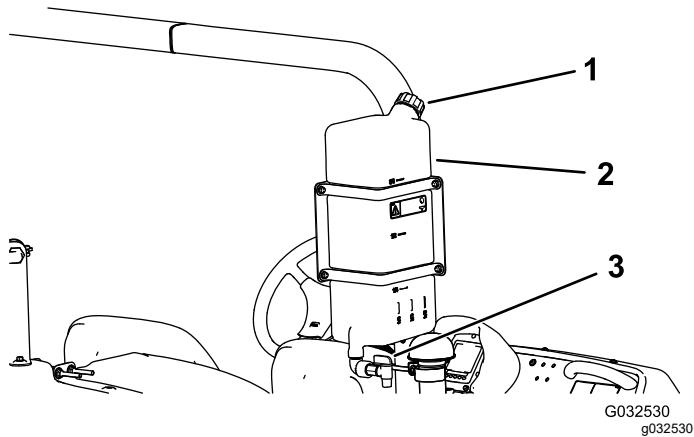

図 23
- ・ タンクに水を入れるには、タンク上面にあるキャップを外し、水を入れて元通りにキャップを取り付けます 図 23。
- ・ コックのレバーをひねれば水が出ます 図 23。